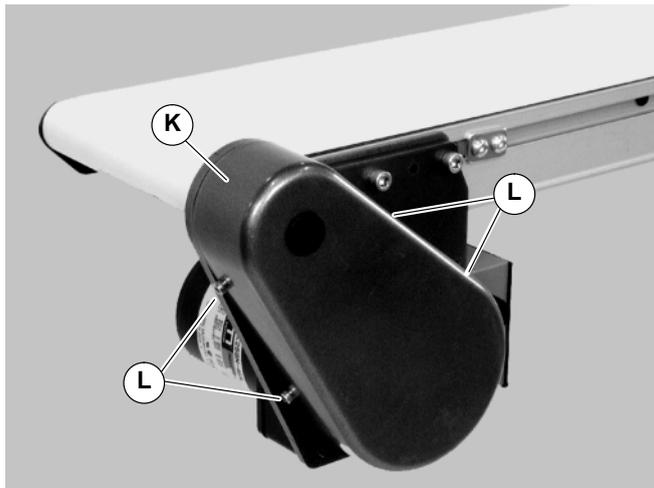

Abbildung 9
1. Vier (4) Schrauben (L siehe Abbildung 9) entfernen und Abdeckung (K) abnehmen.
4. Die Abdeckung (K siehe Abbildung 9) mit vier (4) Schrauben (L) installieren. Die Schrauben mit 4 Nm festziehen.
- Die Abdeckung (K siehe Abbildung 9) mit vier (4) Schrauben (L) installieren. Die Schrauben mit 4 Nm festziehen.
2. Vier (4) Schrauben (L siehe Abbildung 9) entfernen und Abdeckung (K) abnehmen.